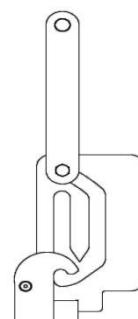

Bild 2
- För krokfästet till "lyftläge" genom att dra i lastdragningslänken i vinkel (Fig. 2).